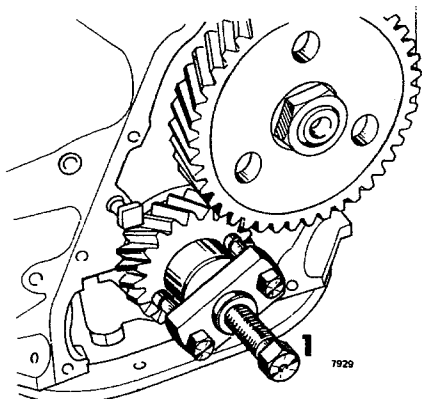
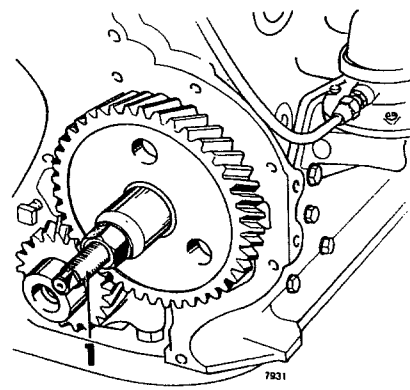
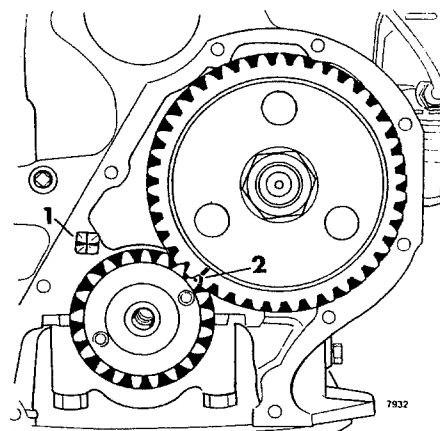

Fig 01-55. Demontering av vevaxeldrev
Fig 01-57. Montering av kamaxelhjul
Fig 01-58. Märkning av transmissionshjul
4. Dra av vevaxeldrevet enligt fig 01-55. Skruva ur oljemunstycket, som förser kugghjulen med olja, blås det rent och sätt det tillbaka enligt fig 01-58, så att dess lilla hål pekar mot kuggingreppet.
6. Sätt på kamaxelhjulet, se fig 01-57. Tryck inte kamaxeln bakåt så att tätningsbrickan vid axelns bakre ände lossnar. Kontrollera att hjulen får rätt inbördes läge enligt fig 01-58. Verktyget SVO 2407 har ett nyckelgrepp för rotering av vevaxeln. Dra kamaxelmuttern 140 Nm (100 lb. ft.). Vik upp låsbrickan.
4. Sätt fast kamaxelhjulet, se fig 01-57. Se till att drevens märkning "stämmar", se fig 01-58. Tryck inte kamaxeln bakåt så att tätningsbrickan vid axelns bakre ände lossnar. Dra kamaxelmuttern 140 Nm (100 lb. ft.).